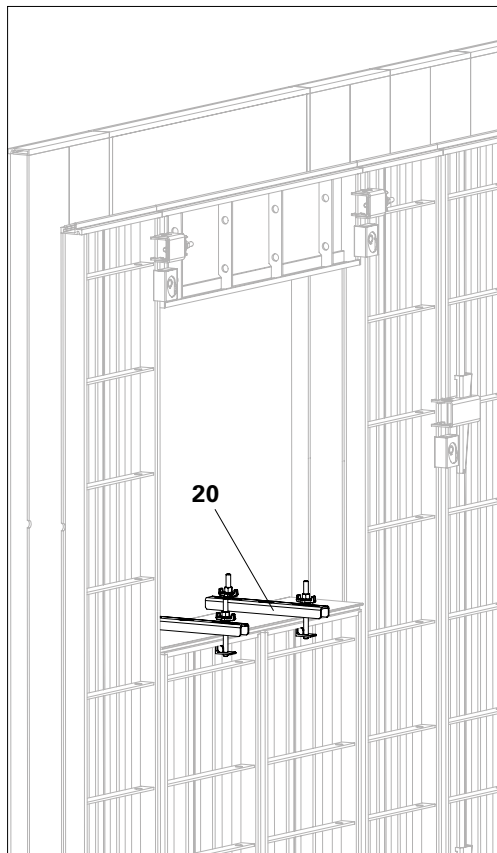

Fig. B4.09
3. Fissare il profilo fermagetto UNO Plus con il corrente fermagetto UNO Plus (20). (Fig. B4.09)